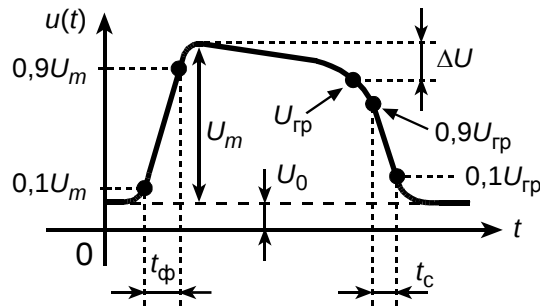

Рис. 19. Определение длительности переднего и заднего фронтов
**Длительность фронта** (передний фронт)  $t_f$ , с – время от момента начала сигнала до момента достижения им максимального значения. Если временные моменты плохо различны (рис. 19), то  $t_f$  фиксируется от уровня  $0,1U_m$  до уровня  $0,9U_m$ .